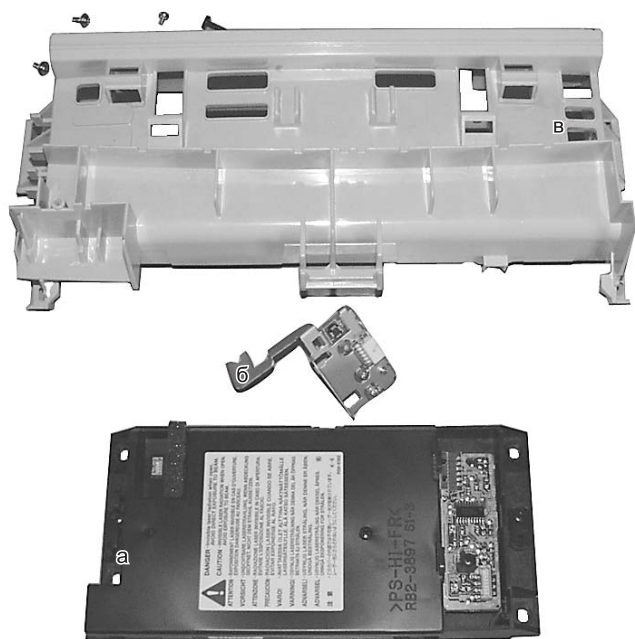

Рис. 3. Лазер-сканер (а); панель управления принтером (б); кожух лазер-сканера (в)
15. Снимаем белый пластиковый кожух лазер-сканера, который крепится на двух шурупах (см. рис. 3).
16. Снять лазер-сканер, он крепится на четырех болтах (см. рис. 3).